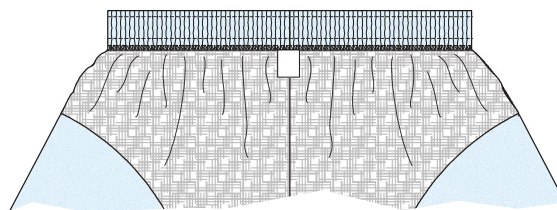

Figura 8 - Detalhes internos do traseiro
Etiqueta de identificação e conservação da peça inserida internamente na linha da cintura do traseiro (ver figura 8 e item 3.6 – etiquetas).